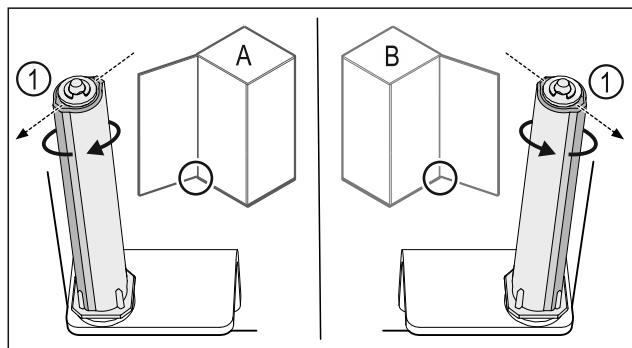

Fig. 42 Розкриття ліворуч (A) / Розкриття праворуч (B)
- Систему закриття повернути проти опору доки перемичка системи закриття Fig. 42 (1) не показуватиме назовні.